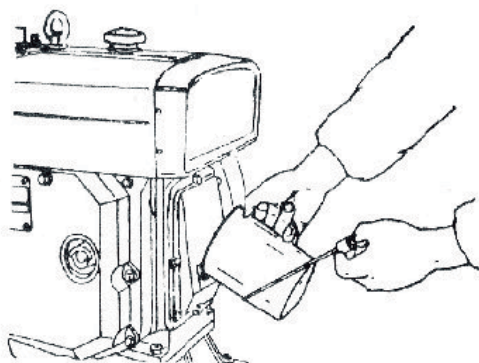
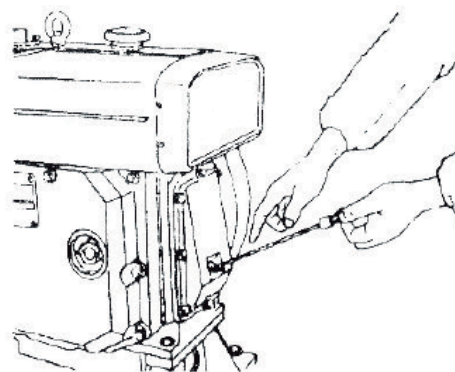

Fig. 1 Colocar óleo no cárter
Fig. 2 Medir o nível de óleo no cárter com a vareta de medição
- El aceite debe almacenarse en un recipiente limpio y sellado para evitar la entrada de suciedad. Antes de añadir el aceite, retirar la varilla de medición y colocar aceite limpio en el cárter (Fig.1). La cantidad de aceite añadida es de aproximadamente 3,5 litros de modo que el nivel de aceite en el cárter quede entre las dos líneas marcadas en la varilla de medición (Fig.2). Ver modelo comprado